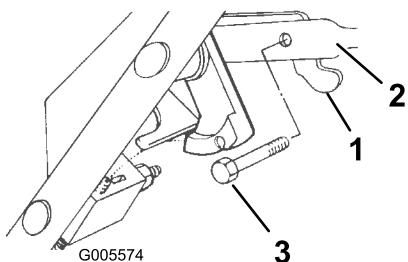

Figura 6
9. Fissate la leva di controllo alla barra di comando con un bullone e un dado di bloccaggio (Figura 6).